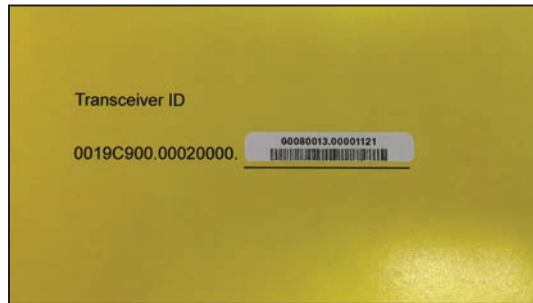

Figura 18. Etiqueta del ID del Transceptor.
- **Método 3:** El ID del Transceptor también está impreso atrás de la etiqueta amarilla de “NO DEJAR CAER—MANEJESE CON CUIDADO” fijada a cada unidad TripSaver II cuando sale de S&C Electric Company. Ver Figura 18.